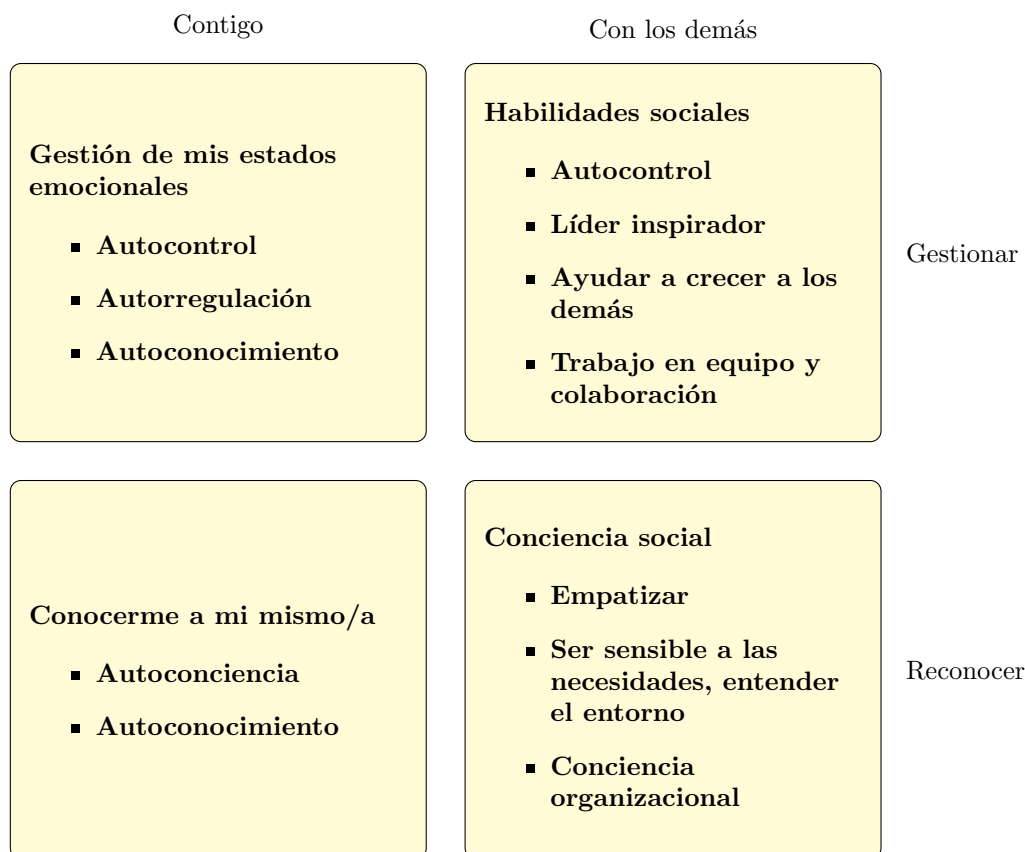

Figura 5.15: Cuadrantes de la inteligencia emocional
- *Inteligencia emocional*: Capacidad para identificar, evaluar y manejar las emociones personales y las de otras personas, así como las emociones colectivas de grupos de personas. La inteligencia emocional tiene un gran peso y es muy importante para conseguir equipos de alto rendimiento y buenos resultados en los proyectos (saber trabajar de manera colaborativa y no tener puntos de conflicto, etc.). La inteligencia emocional cuenta con 4 aspectos fundamentales (ver Figura 5.15):